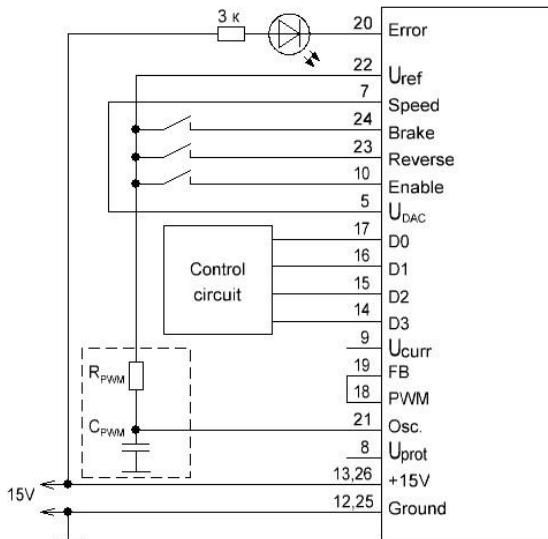

Figure 5.3 – Connection circuit of control circuits DCM «C» and «F»
**« $U_{\text{цап}}$ ».** Выход внутреннего ЦАП. Для подключения управления с помощью ЦАП необходимо соединить данный вывод с выводом «Скорость», как указано на рис.5.3. Изменение значения входного кода от 0000 до 1001 приводит к ступенчатому изменению уровню скорости от 0% до 90% приблизительно по 10%. Значения входного кода от 1010 до 1111 соответствуют 100% уровня скорости. Для обеспечения более плавной регулировки скорости рекомендуется установить между выводами « $U_{\text{цап}}$ » и «Скорость» интегрирующую RC-цепочку 1...10 кОм / 0,01...0,1 мкФ и подавать на один из цифровых входов задания скорости ШИМ-сигнал частотой 1...20 кГц. При этом чем старше разряд, тем в большем диапазоне (но и большей дискретностью) может осуществляться регулировка: изменения 1...1,5 В при подаче сигнала на вывод «D3»; изменения 0,1...0,2 В при подаче на вывод «D0».